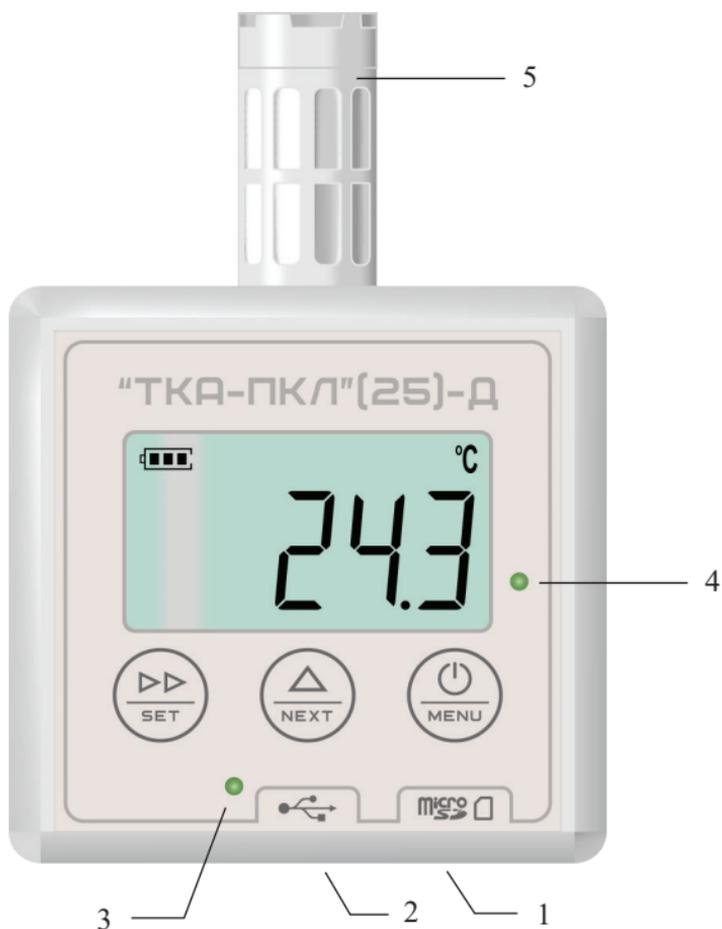

Рис.1 – Внешний вид прибора
На лицевой стороне корпуса прибора расположены: жидкокристаллический индикатор, два светодиода состояния прибора и три кнопки управления (Рис.1).
Зонд с датчиками измеряемых параметров (5, Рис.1) установлен на верхней торцевой крышке корпуса. Разъём micro-USB (2, Рис.1) предназначен для связи с ПК.
размещен дополнительный светодиодный индикатор состояния прибора, имеющий три состояния (3, Рис.1). Если прибор находится в энергосберегающем режиме индикатор мигает зеленым цветом; если превышен один из критических уровней – красным. При заполнении на 90 % внутренней энергонезависимой памяти данных прибора светодиодный индикатор будет гореть красным цветом.
6.5 Перед началом работы убедитесь в работоспособности элементов питания (аккумуляторов). Если после включения прибора или в процессе работы на дисплее появится символ разряда батареи (), поставьте прибор на зарядку, подключив к прибору через разъем micro-USB запитанное зарядное устройство или внешний аккумулятор. Для отслеживания процесса заряда внутреннего аккумулятора на лицевой панели прибора расположен индикатор заряда (4, Рис.1), горящий красным цветом во время заряда и не горящий, если процесс заряда окончен.